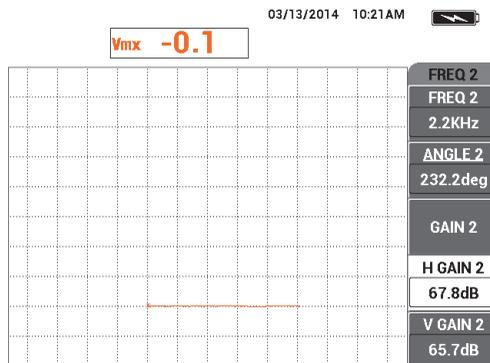

Figura 5-132 Ajuste del valor de ganancia horizontal 2 (H GAIN 2)
31. Mientras mantiene firmemente la sonda sobre la tarjeta de visita, ajuste la ganancia horizontal 2 (H GAIN 2) [tecla de función D] hasta que la señal de combinación se extienda aproximadamente 5 divisiones lejos del punto nulo. Vea la Figura 5-132 en la página 239.